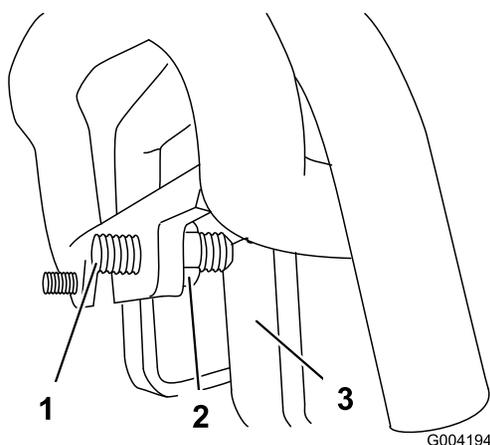

図 54
3. マシンが左にずれていく場合には、走行コントロール前部にある走行固定ねじを固定している右側のジャムナットをゆるめて固定ねじの調整を行う 図 54。
左側のジャムナットをゆるめて固定ねじの調整を行う 図 54。